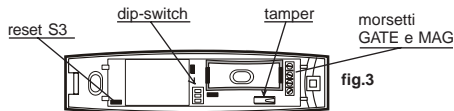

fig.3
- 2 Inserire la batteria e fare un reset del trasmettitore cortocircuitando per un istante il jumper S3 (vedi fig.3) con la punta di un cacciavite.